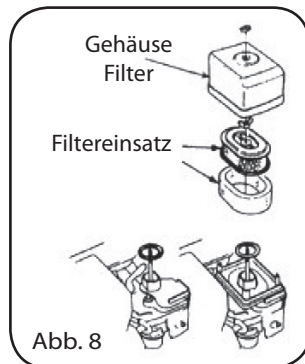

Abb. 8
1. FILTER MIT DOPPELEINSATZ (Abb. 8)